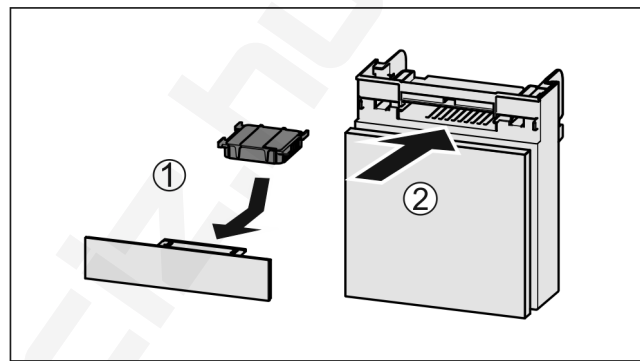

Fig. 110
- ▶ Helyezze be Fig. 110 (1) az aktív szén-szűrőt az ábrán látható módon.
- ▶ Tolja be Fig. 110 (2) a rekeszt.